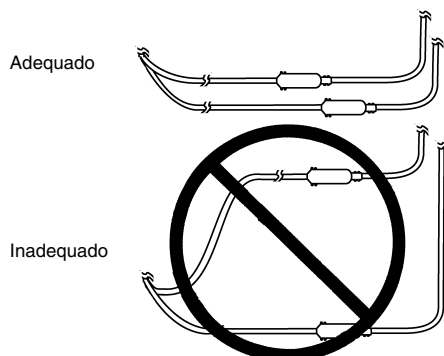

Figura 2. Encaminhamento de dois conjuntos de eléctrodo e extensão
- Quando estiverem implantados dois eléctrodos, encaminhe os conjuntos de eléctrodo e extensão, de modo a que a área entre eles seja mínima (Figura 2). Se os conjuntos de eléctrodo e extensão forem encaminhados em arco e o doente ficar exposto a algumas fontes de interferências electromagnéticas (por ex., detectores anti-roubo), o doente pode sentir um aumento momentâneo na estimulação, que alguns doentes descrevem como desconfortável (sensação de sobressalto ou choque).